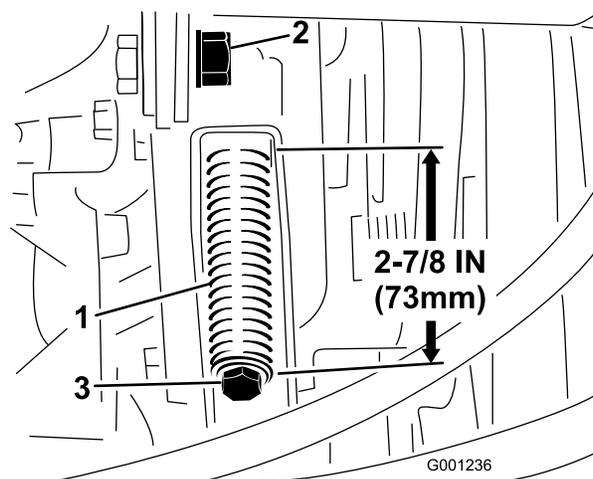

Figura 65
3. Allentate il controdado dell'asta tendicinghia (Figura 65).
4. Stringete o allentate la molla tendicinghia (Figura 65) utilizzando una chiave da 1/2 poll. (13 mm). Regolate la lunghezza della molla a 273 mm.
4. Allentate completamente la molla tendicinghia (Figura 65) utilizzando una chiave da 1/2 poll. (13 mm).
6. Montate la nuova cinghia della PDF e tendete la molla della puleggia a 73 mm (Figura 65).
7. Serrate il controdado (Figura 65) e chiudete il cofano.